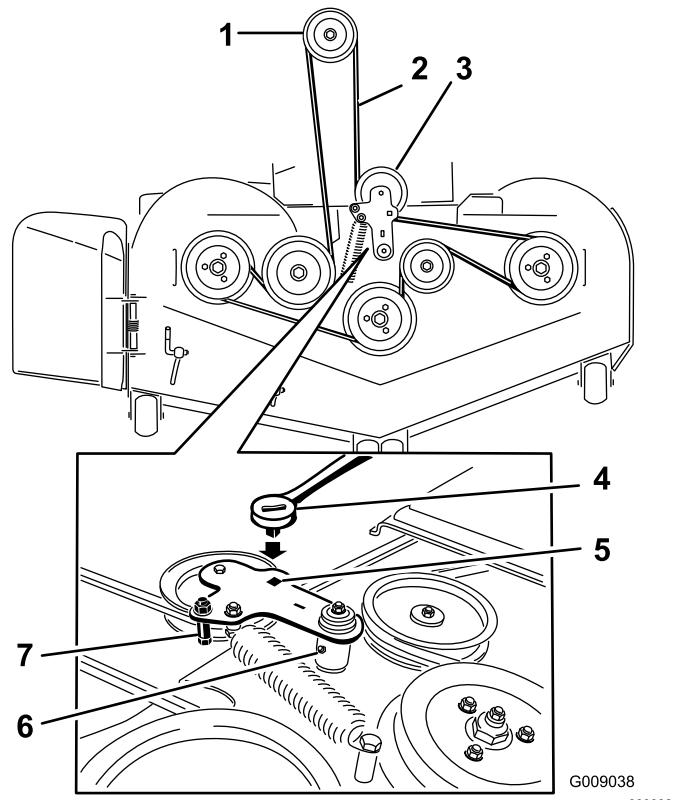

Figura 86
7. Utilice una llave de carraca en el taladro cuadrado del brazo tensor para aliviar la tensión del muelle tensor (Figura 86).
9. Retire la guía de la correa del brazo tensor tensado con muelle según lo ilustrado en Figura 86.
11. Pase la correa nueva alrededor de las poleas del cortacésped y de la polea del embrague, debajo del motor (Figura 86).
12. Instale la guía de la correa en el brazo tensor según se muestra en Figura 86.
13. Utilizando la llave de carraca en el taladro cuadrado, instale el muelle tensor (Figura 86).